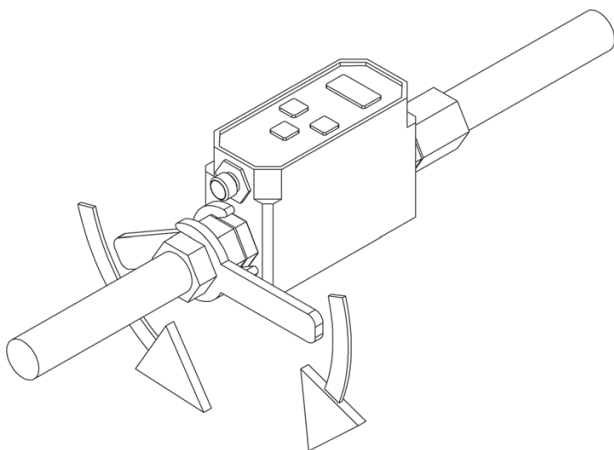
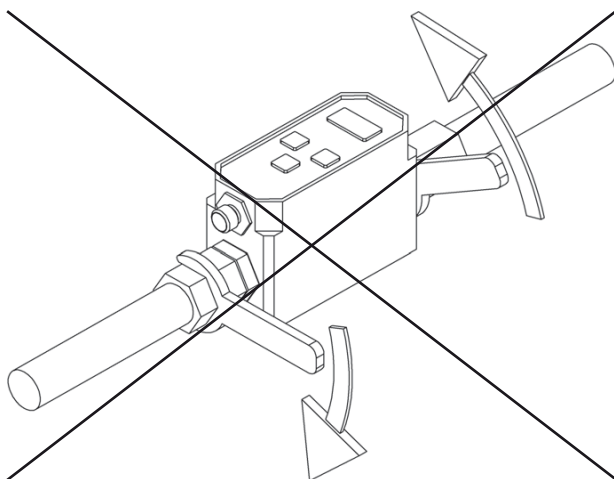

Fig. 7: Ejemplo para fuerzas de cizallamiento
Fig. 8: Ejemplo negativo para fuerzas de cizallamiento
Montaje *en línea* en una tubería (véase Fig. 7).
- ▶ Durante el montaje y el servicio debe prestarse atención a que no se produzcan fuerzas de cizallamiento (véanse Fig. 7 y Fig. 8).